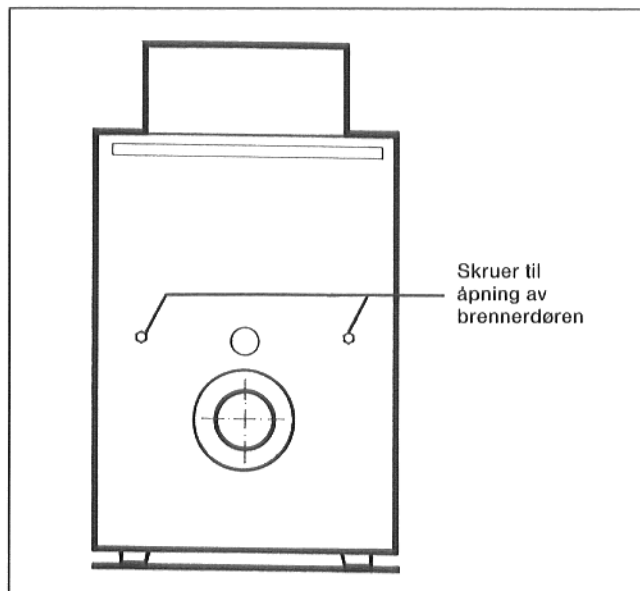
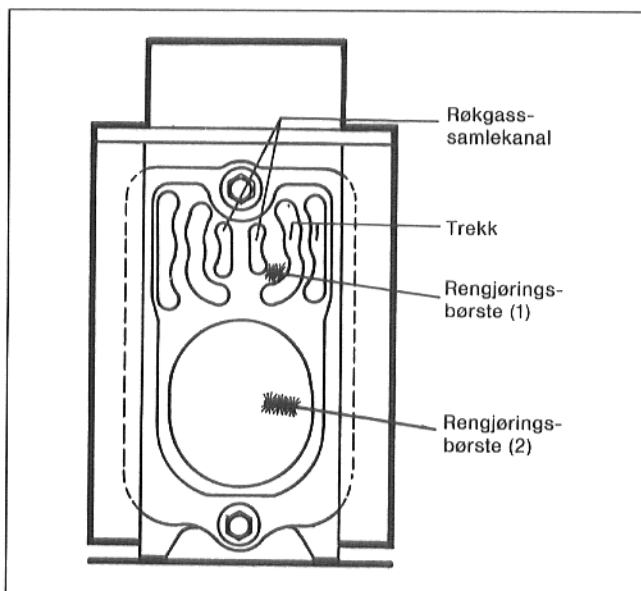

Fig. 28
Fig. 29
Brennerdøren åpnes. Hertil må sekskantskruene på venstre og høyre side av brennerdøren skrues ut (fig. 28). Med rengjøringsbørsten (1) rengjøres kanalene på siden og røkgass-samlekanalen. Rengjøringen utføres med vannrette og sveivende bevegelser (fig. 29).
Med rengjøringsbørste (2) rengjøres brennkammeret (fig. 29).